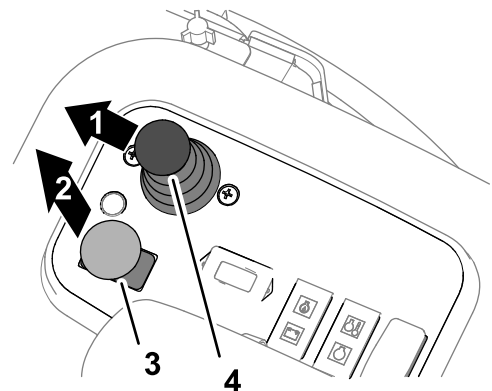

Bild 100
3. Stellen Sie den Hebel zum Absenken bzw. Anheben der Mähwerke nach vorne (Bild 100).